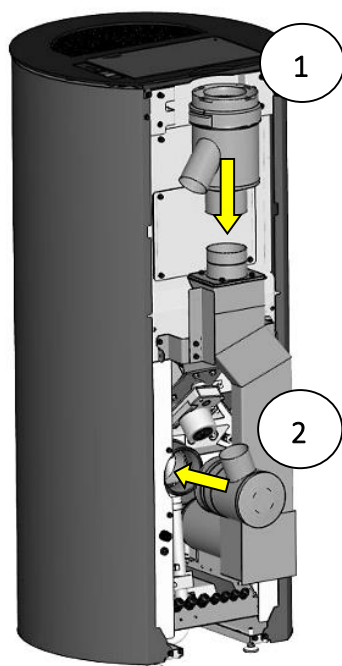

Fig. 7 : insérer les adaptateurs
5. Emboîter la pièce de distribution PGI sur la buse d'évacuation des gaz de fumées tel qu'indiqué sur l'illustration (Fig. 7 pos.1). Emboîter l'adaptateur d'air PGI sur le manchon d'air de combustion tel qu'indiqué sur l'illustration (Fig. 7 pos.2).